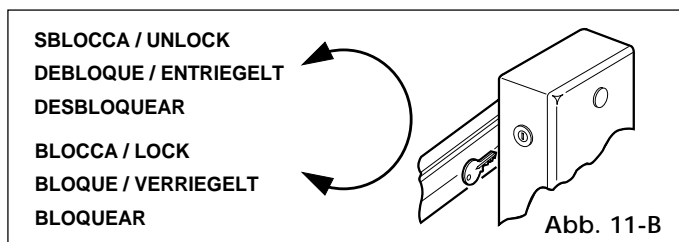

Abb. 11-B
- Den Dreieck-Standardsschlüssel (Abb. 11-A) oder personalisierten Schlüssel (Abb. 11-B) in das Schloss stecken und eine Drehung **gegen den Uhrzeigersinn** ausführen.